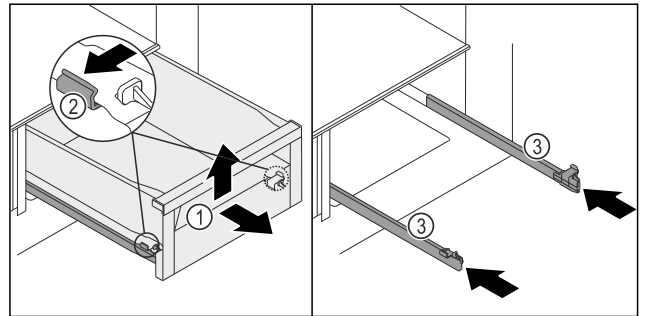

Fig. 152
- Ištraukite stalčių Fig. 152 (1) iki galo.
- Paspauskite spaustukus Fig. 152 (2) kairėje ir dešinėje pusėse ant bėgelių tuo pačiu metu į išorę.
- Stalčius Fig. 152 (1) atsilaisvina nuo bėgelių.
- Pakelkite stalčių Fig. 152 (1) priekyje.
- Išimkite stalčių Fig. 152 (1) į priekį.
- Įstumkite bėgelius Fig. 152 (3).